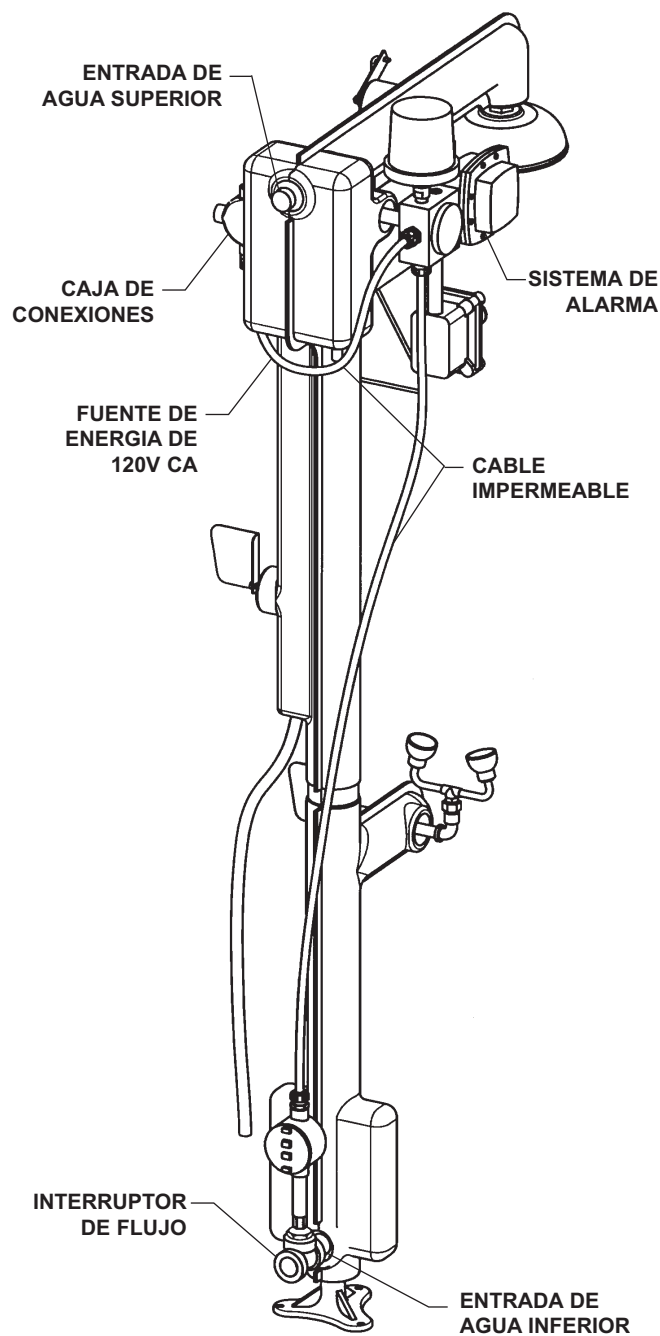
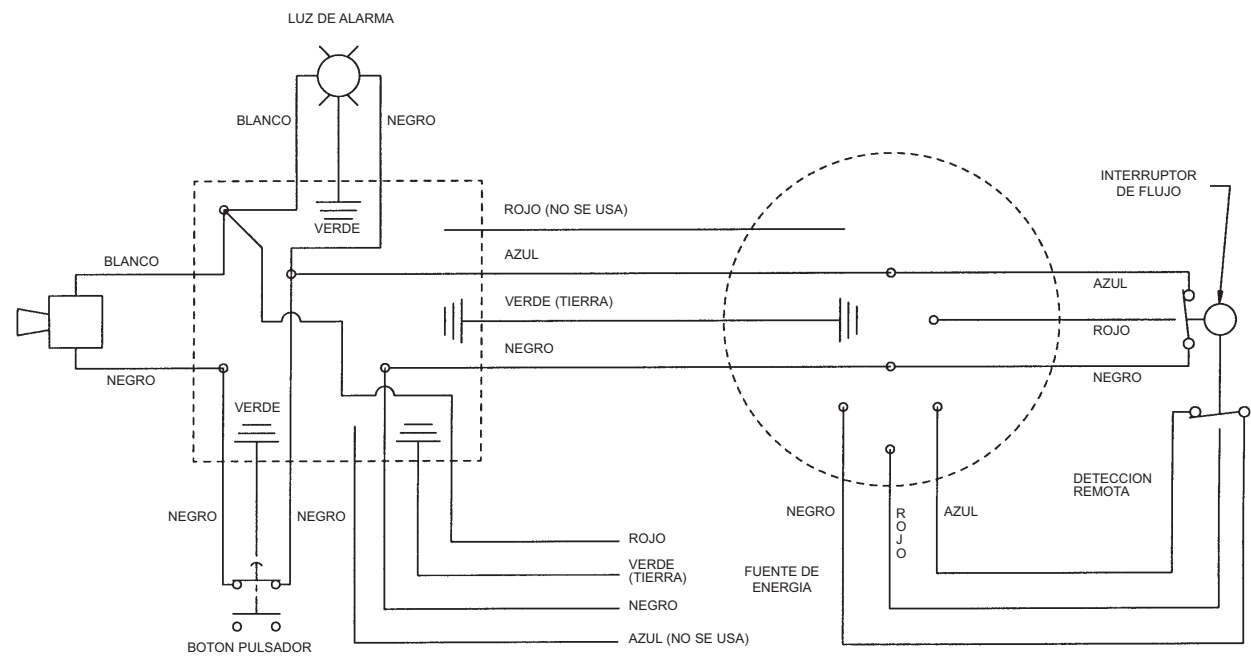

Figura 1
Figura 2
NOTA: Debido a que el interruptor de flujo se va a instalar a la alarma a través de un cable impermeable de 2,1 m (7 pies) de largo, el instalador debe mantener en mente la ubicación donde se va a montar la alarma al seleccionar el lugar para el interruptor de flujo (Figura 1).
1. Escoja un lugar para montar el interruptor de flujo en un tramo horizontal de la línea de suministro de agua. La entrada y la salida del interruptor de flujo deben estar a un mínimo de 15 cm (6 pulgadas) de cualquier T o codo en la línea de suministro de agua (consulte la Figura 1).
- Se puede instalar la alarma directamente a la tubería de la ducha de alto flujo usando la tornillería de montaje suministrada (consulte la Figura 1 en la página 16).
1. Conecte el interruptor de flujo a la alarma instalando un conector de conducto a un extremo del cable impermeable de 2,1 m (7 pies) y a la caja de conexiones del interruptor de flujo (consulte la Figura 1 en la página 16 y la Figura 2 a continuación).